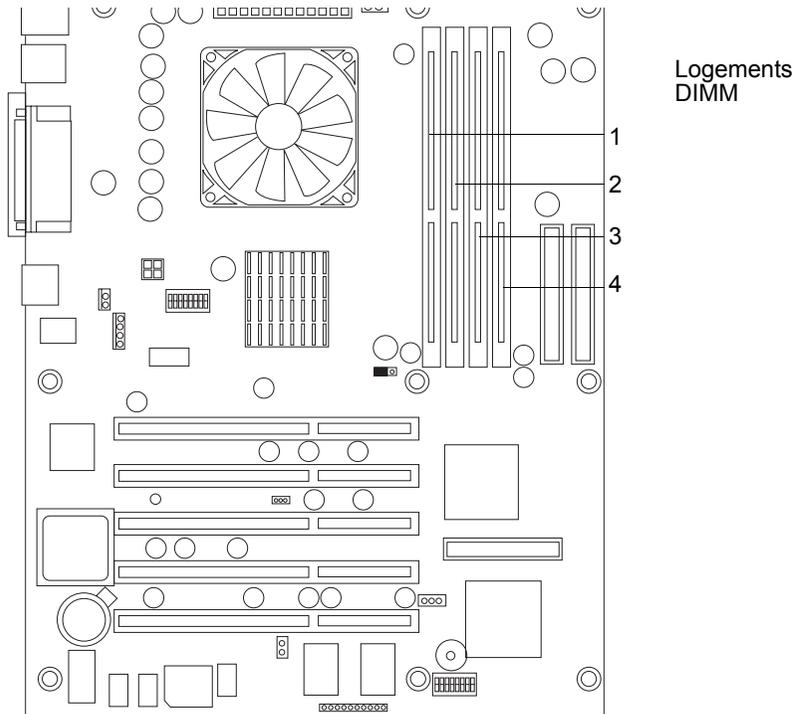

Figure 3-12. Emplacement des logements DIMM sur la carte système
- Il est possible de combiner des modules DIMM de capacités différentes et de les installer dans n'importe quel ordre (logements 1 à 4). Toutefois, HP recommande d'installer les modules DIMM en fonction de leur capacité ; c'est-à-dire de commencer par installer le module de plus petite capacité dans le logement 4, et de continuer ainsi dans l'ordre décroissant des logements (4, 3, 2, 1). Voir la Figure 3-12 pour connaître l'emplacement des logements DIMM.
Voir la *Figure 3-12*.